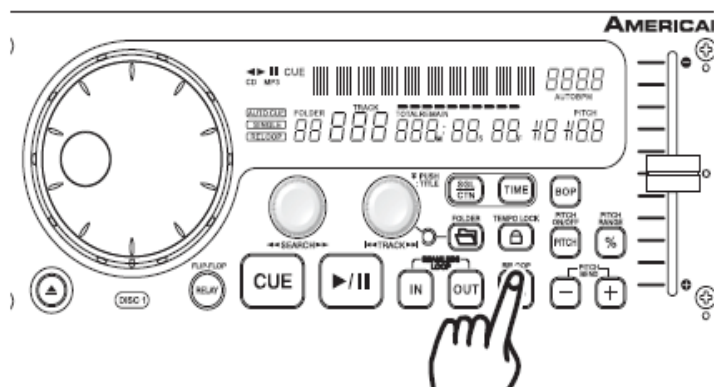

Figura 19
- 3) Premere il PULSANTE OUT (16) per impostare il punto di arrivo del CICLO CONTINUO (Figura 19). I LED dei PULSANTI IN (17) e OUT (16) inizieranno immediatamente a lampeggiare velocemente indicando che la modalità CICLO CONTINUO è stata attivata.
indicano che un Ciclo Continuo è memorizzato e può essere eseguito in qualsiasi momento. Per ri-eseguire il ciclo continuo premere il PULSANTE RELOOP (15). I LED dei pulsanti IN (17) e OUT (16) cominceranno di nuovo a lampeggiare segnalando che è stata attivata la modalità CICLO CONTINUO (Figura 19) e il ciclo continuo memorizzato inizierà immediatamente ad essere eseguito.
Nota: è possibile modificare solo il punto finale di un ciclo continuo. È possibile accorciare o allungare il ciclo continuo. Prima di poter modificare il ciclo continuo è ovviamente necessario averne creato uno. Se non è stato creato un CICLO CONTINUO, seguire le istruzioni nel passaggio 9 per crearlo. Se è già stato creato un CICLO CONTINUO, premere il PULSANTE RELOOP (15) per attivare il CICLO CONTINUO (Figura 19), se questo non è già attivo. Per modificare il punto finale del ciclo continuo: